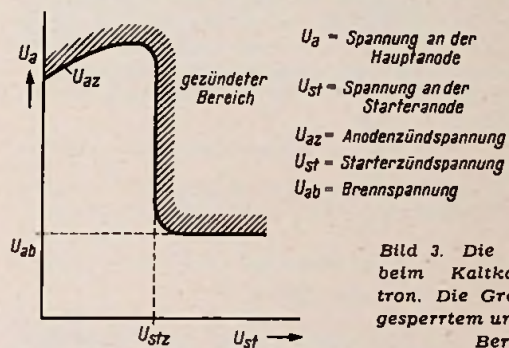

Bild 3. Die Zündkennlinie beim Kaltkathoden-Thyratron. Die Grenze zwischen gesperrtem und gezündetem Bereich
**a) Die Zündkennlinie (Bild 3)**
Der gezündete Bereich ist in Bild 3 schraffiert angedeutet. Er liegt oberhalb  $U_{a1} = U_{a2}$  und rechts von  $U_{st} = U_{stz}$ .